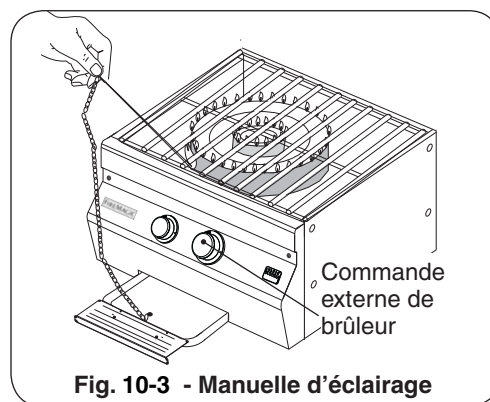

Fig. 10-3 - Manuelle d'éclairage
Ne mettez pas la main directement au-dessus du brûleur en s'allumant mais au loin au côté comme montré (fig. 10-3).
- 2a. Insérez ou un allumeur brûlant de butane de long-baril, une allumette brûlante de long-tige, ou une allumette brûlante tenue par un support de prolongation de fil (fig. 10-2) par les grilles à cuire sur le brûleur désiré pour être s'est allumée (fig. 10-3). Avec la flamme toujours à côté du brûleur, diminuez le bouton de commande correspondant (bouton externe de droite de brûleur, bouton gauche de brûleur intérieur), et tout en serrant le tour il dans le sens contraire des aiguilles d'une montre dans la position LÉGÈRE de HI. Enlevez l'allumeur ou assortissez quand le brûleur s'allume, et libérez le bouton de commande.